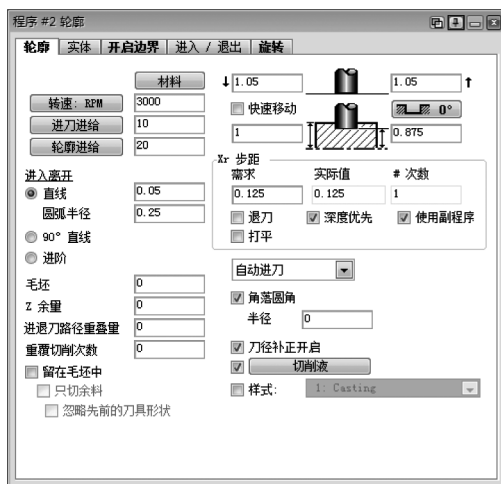

图 2-96 轮廓加工参数#2
10) 使用刀具#11 产生轮廓加工参数#2，如图 2-96 所示。